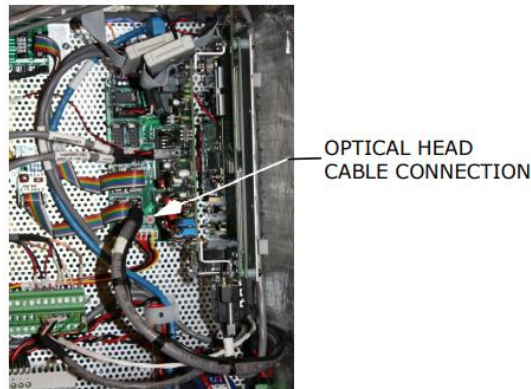

Abbildung 33. Anschluss des Kabels für den optischen Kopf
- Der Anschluss für das Kabel des optischen Kopfs passt in verschiedene Öffnungen. Sicherstellen, dass die korrekte Öffnung verwendet wird. Siehe Abbildung 33 unten.